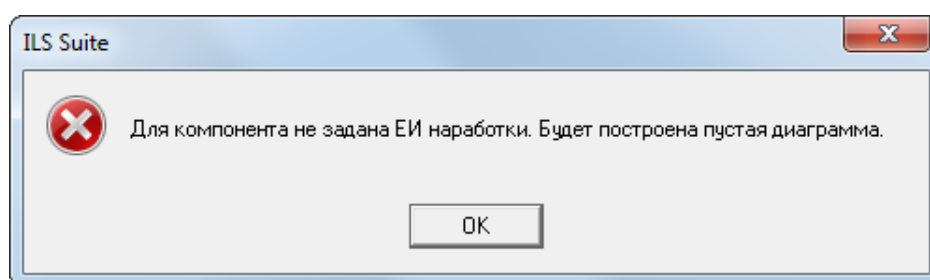
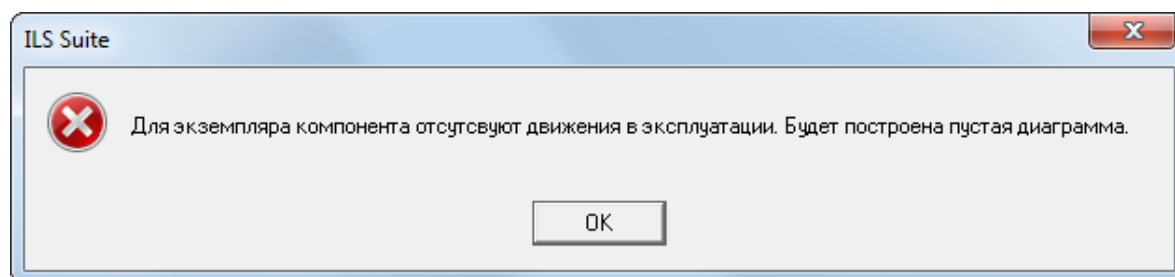

Рис. 13-236 – Предупреждающее сообщение
Рис. 13-237 – Предупреждающее сообщение
4) Для построения диаграммы необходимо, чтобы для компонента была указана ЕИ расчета надежности – в противном случае будет выведено предупреждающее сообщение, приведенное на рис. 13-236. Пустая диаграмма также будет построена, в случае если у экземпляра компонента отсутствуют движения в эксплуатации (рис. 13-237).